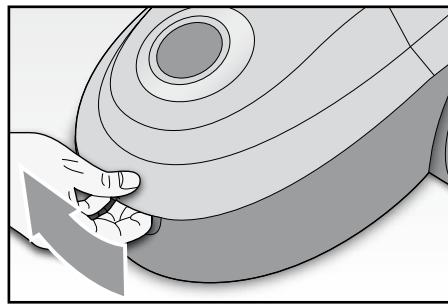

Fig. 7
- Sollevare il comparto sacchetto spingendo verso l'esterno l'apposita levetta (FIG. 7).